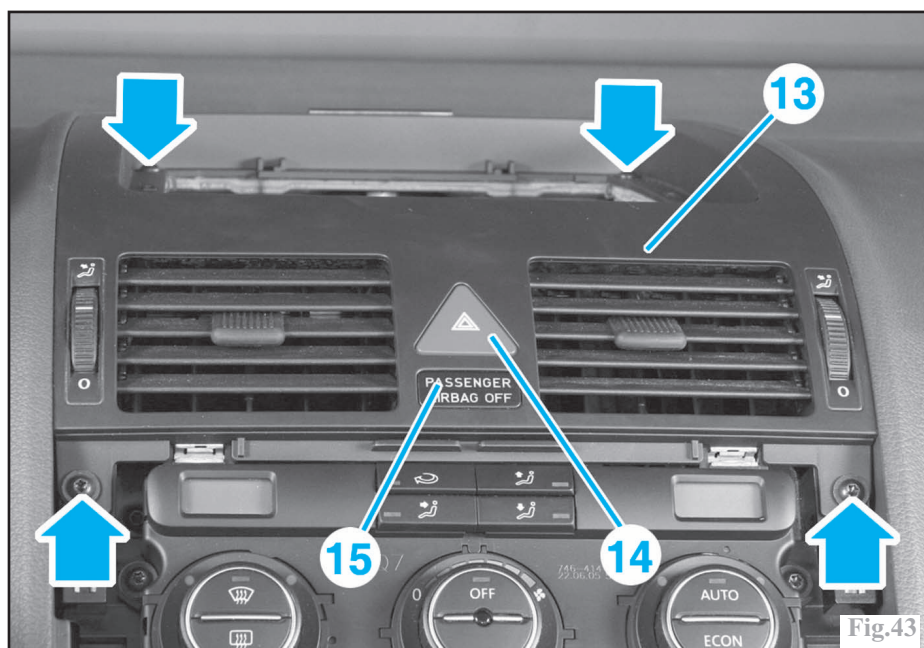

Fig.43
Déposer l'ensemble enjoliveur - grilles d'aération (13) (4 vis) (Fig.43).